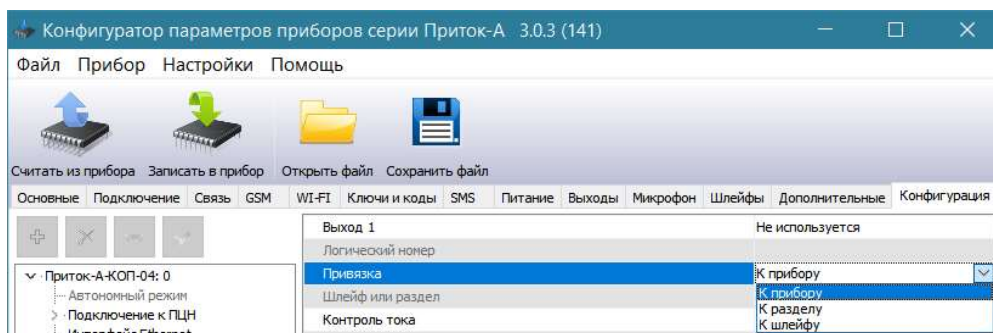

Рисунок 7
- Поле «Привязка» - привязка силовой ключ к прибору, разделу или шлейфу (см. рисунок 7).